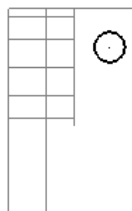

图 7.7.24 绘制圆
③ 单击 按钮, 完成图层的创建。
(2) 绘制图 7.7.24 所示的圆。
① 定义绘图线型。在 下拉列表中选择第二个选项 。
② 选择命令。选择下拉菜单 **绘图(C)** → **圆弧(A)** → **已知圆心点画圆(C)...** 命令, 系统弹出“编辑圆心点”工具栏。
③ 定义圆心位置。在“绘图视角”工具栏中单击 按钮调整构图面为俯视视角; 分别在“自动抓点”工具栏的 文本框、 文本框和 文本框中输入值 40, 25, 0, 并分别按 Enter 键确认。